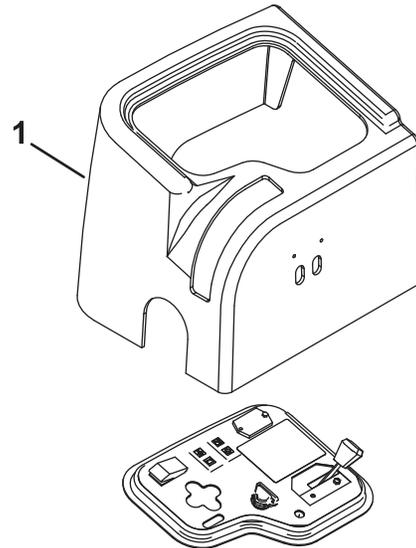

Bild 2
3. Entfernen Sie die beiden Schrauben, mit denen die Armaturenbrettabdeckung befestigt ist, und nehmen Sie die Abdeckung ab (Bild 2).